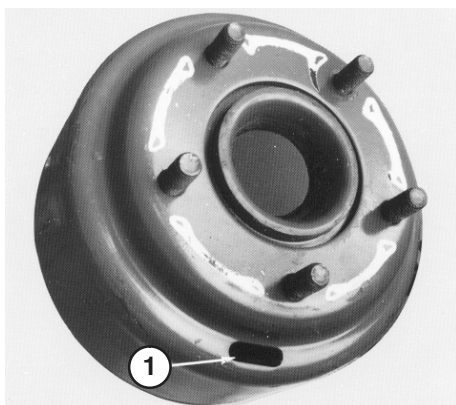
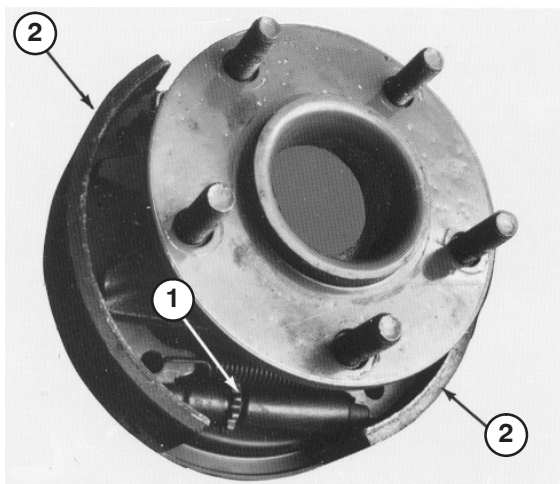

Figure 70
Figure 71
5. Retirez les écrous de roue et faites dégager l'ensemble jante et pneu des goujons. Tournez le tambour de frein jusqu'à ce que la fente de réglage se trouve en bas, centrée au-dessus de l'écrou en étoile de réglage des mâchoires de frein (Fig. 70).
6. Avec un outil spécial de réglage de frein ou un tournevis, tournez l'écrou en étoile (Fig. 70) vers le bas jusqu'à ce que le tambour de frein (Fig. 71) se verrouille sous l'effet de la pression extérieure des mâchoires de frein (Fig. 71).